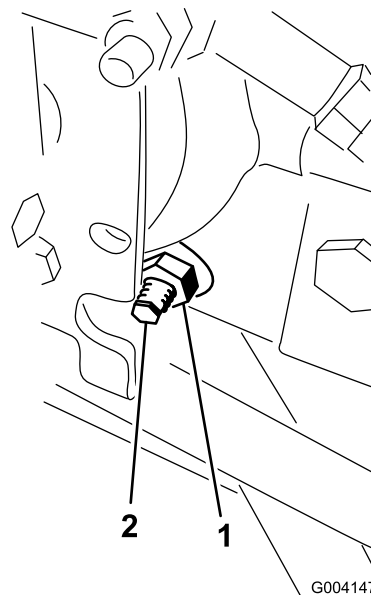

図 47
3. ハイドロスタットの右側にあるトラクション調整カムのロックナットをゆるめる 図 47。